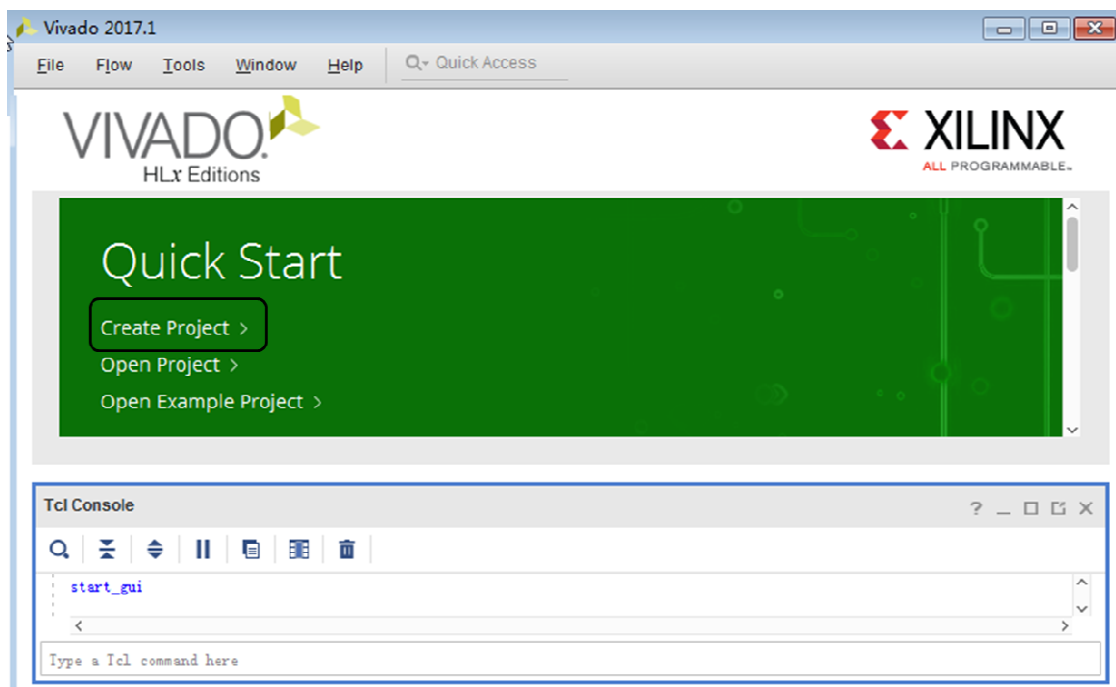

图 A4.20 Vivado 启动界面
(1) 启动 Xilinx Vivado 系统软件，可通过桌面 Vivado 2017.1 快捷方式或开始菜单中 Xilinx Design Tools Vivado 2017.1 下的 Vivado 2017.1 打开软件，开启后，软件如图 A4.20 所示。